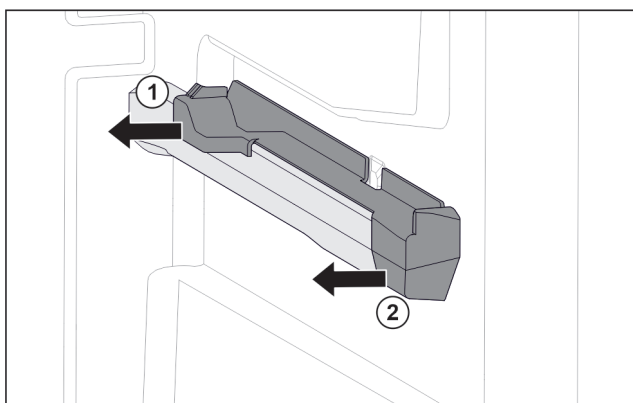

Fig. 67 Вставная часть на правом контейнерном ребре
- Отодвиньте вставную часть сзади в сторону. Fig. 67 (1)
- Отодвиньте вставную часть спереди в сторону. Fig. 67 (2)